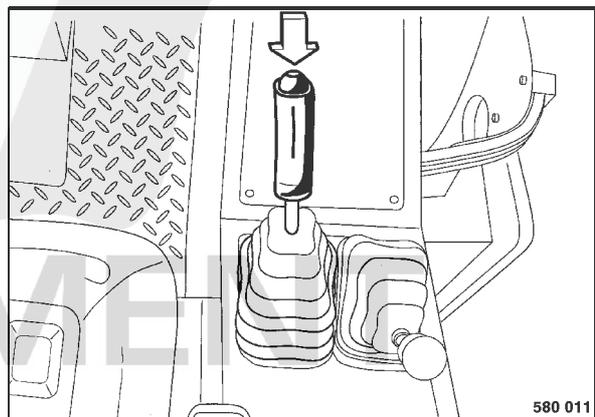

fig. 44
- Une fois la machine en déplacement, appuyer sur le bouton-poussoir (fig. 44) du levier de commande de marche. Le bandage vibre.